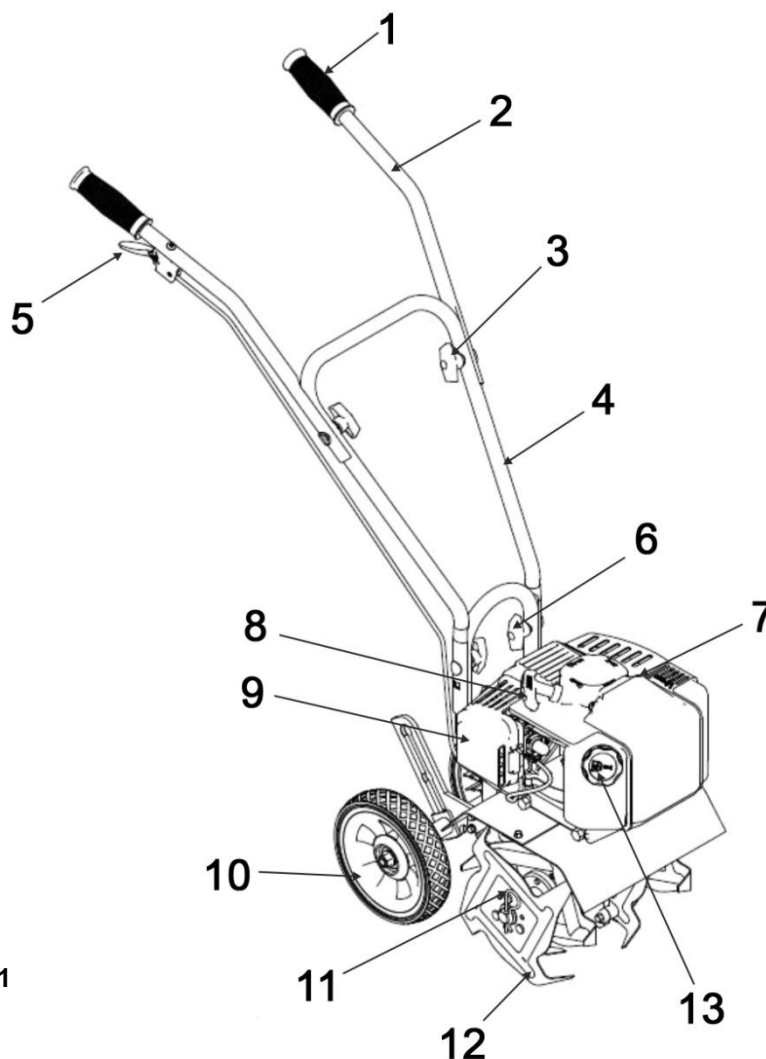

Рис. 1
- Открутите топливную крышку (13)(См. Рис.1). Аккуратно залейте в топливный бак заготовленную смесь
1. Возьмите пусковую рукоятку стартера (8)(См. Рис.1). Крепко удерживая ее в руках, плавно потяните шнур стартера, пока барабан стартера не войдет в зацепление с собачками храпового механизма. Только после этого сделайте плавный резкий, но не длинный рывок. При этом шнур вытягивается примерно на 2/3 длины.